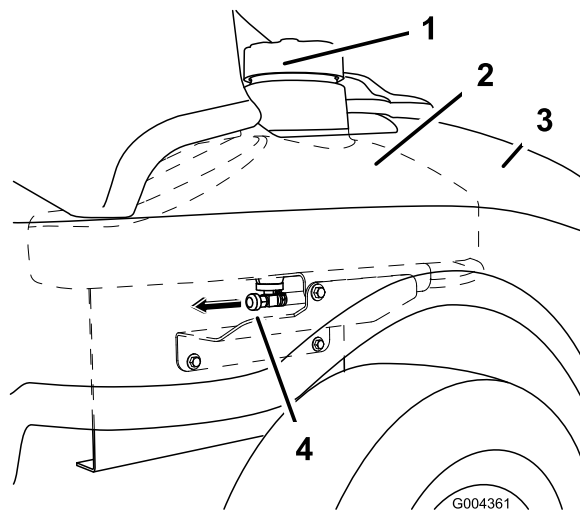

Figura 40
3. Chiudete la valvola di intercettazione del carburante, situata sotto la parte anteriore del serbatoio del carburante (Figura 40).
7. Aprite la valvola di arresto del carburante. Lasciate spurgare il carburante in una tanica apposita o in una bacinella (Figura 40).